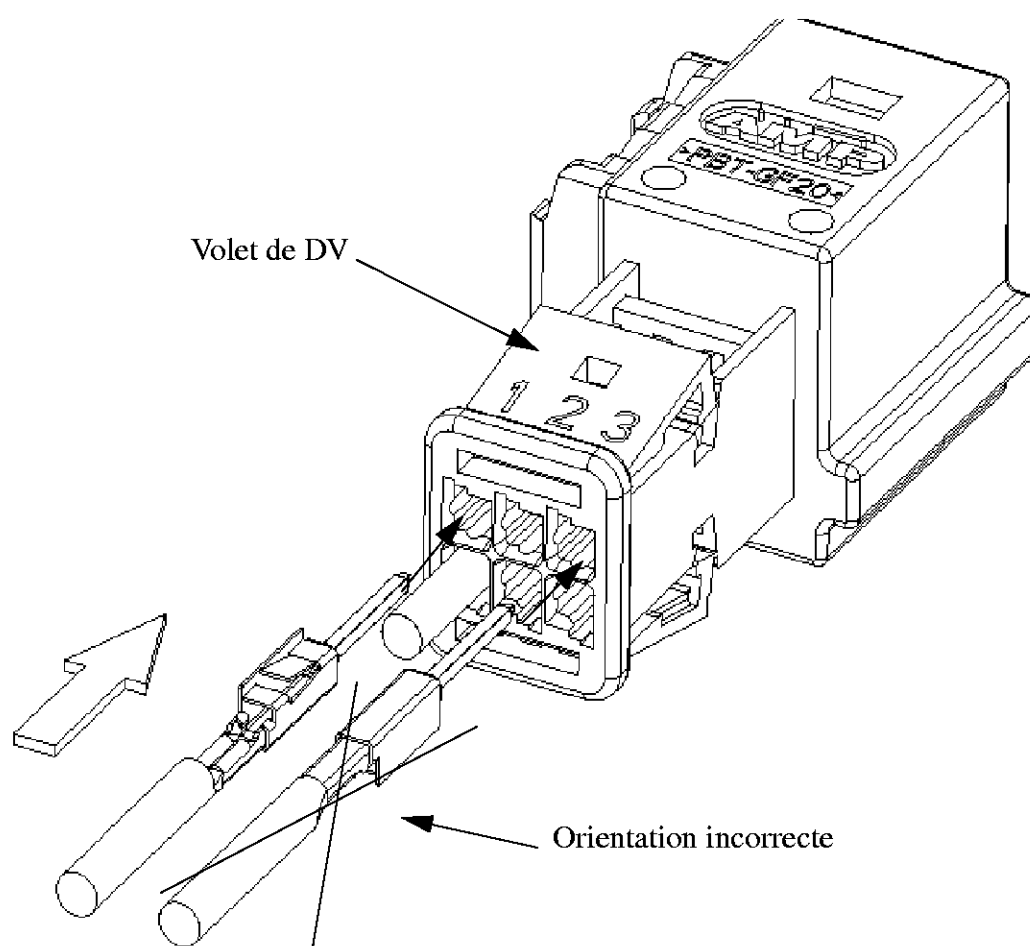

Figure 3
- Le contact MQS est polarisé, il faut l'orienter correctement avant de l'insérer dans le boîtier (voir figure 3)